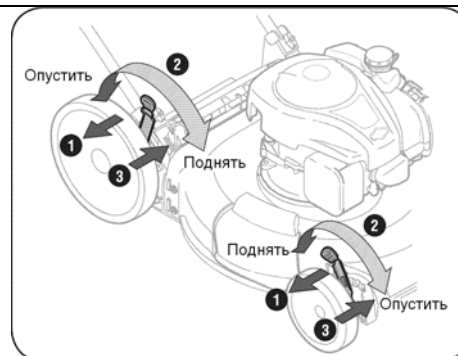

Рис. 10
1. Потяните рычаг регулировки высоты в направлении к колесу (газонокосилка будет иметь тенденцию к снижению, когда рычаг перемещается наружу). См. Рисунок 10.
2. Переместить рычаг в нужное положение для изменения высоты кошения. См. Рисунок 10.